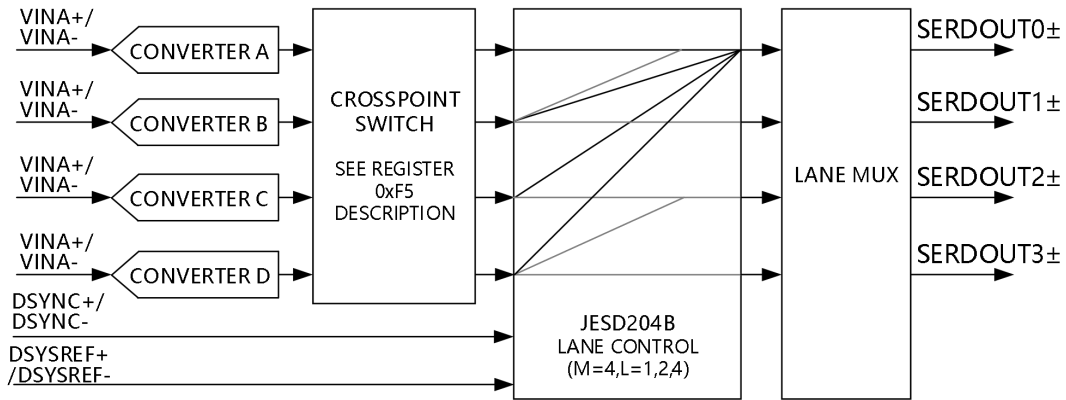

图 57. 本产品传输链路简化功能框图
- ◆ 重映射转换器(逻辑通道)和 SERDOUT_{x±}(物理通道)分配的选项：寄存器 0x82 和寄存器 0x83。图 57 给出了简化功能框图。